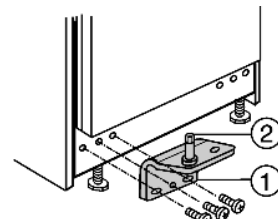

Fig. 8
- Insérer les axes de charnière Fig. 8 (2) avec une rondelle dans la charnière Fig. 8 (1) de porte inférieure.
- Visser fermement la charnière Fig. 8 (1) **avec un couple de serrage d'au moins 4 Nm.**